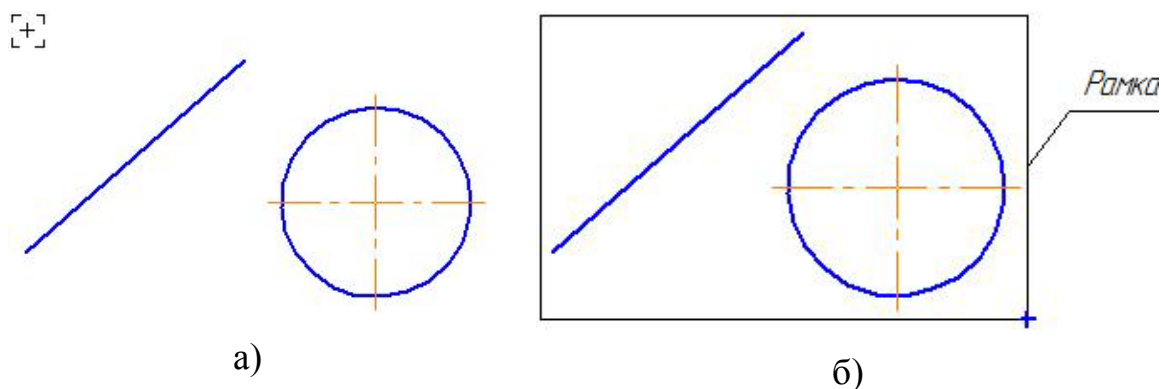

Рис. 63
1. Встановити курсор, так щоб він не захоплював жодного об'єкту (рис. 63,а) і натиснути ліву кнопку миші.
При виділенні об'єктів за допомогою рамки необхідно враховувати деякі особливості. Якщо переміщати курсор зліва направо та відпустити ліву кнопку миші, будуть виділені об'єкти, які повністю потрапили всередину рамки (рис. 63,б). У цьому випадку рамка зображується суцільною лінією. Якщо переміщати курсор з права наліво та відпустити ліву кнопку миші, будуть виділені об'єкти, які повністю потрапили всередину рамки, й ті об'єкти, які попали частково. У цьому випадку рамка зображується штриховою лінією.